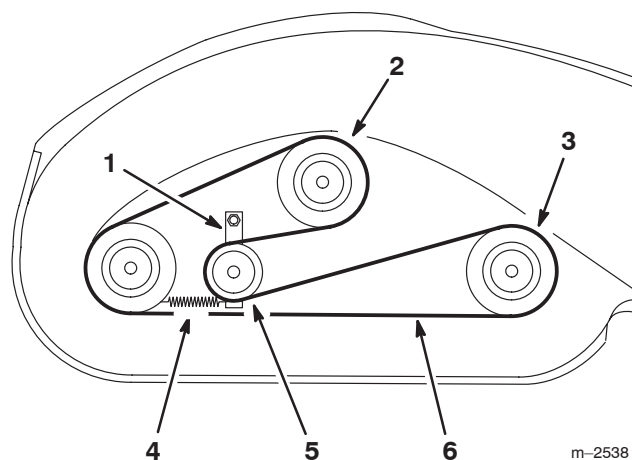

Bild 47
4. Haken Sie die Spannscheibenarmfeder aus, um die Feder am Spannscheibenarm und an der Spannscheibe zu entspannen. Entfernen Sie dann den abgenutzten Mähwerkriemen (Bild 47).
5. Legen Sie den neuen Mähwerkriemen um die äußere Spindelriemenscheibe, die Spannscheibe und in die untere Rille der mittleren Spindelscheibe (Bild 47).
6. Haken Sie die Feder wieder in den Spannarm ein (Bild 47).